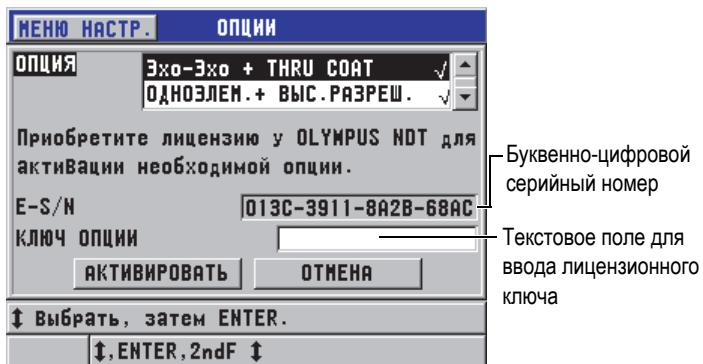

Рис. 6-1 Экран ОПЦИИ
2. В окне СПЕЦ.МЕНЮ (см. Рис. 4-2 на стр. 55) нажмите ОПЦИИ (см. Рис. 6-1 на стр. 83); 16-значный буквенно-цифровой серийный номер расположен в поле Е-S/N.
4. В диалоговом окне ОПЦИИ (см. Рис. 6-1 на стр. 83):